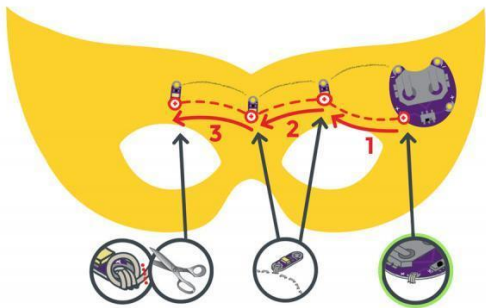

Рис. 5.11. Послідовність зшивання компонентів проєкту
- Завершіть лінію зшивання, зав'язавши фінішний вузол на останній позитивній (+) вкладці обрізавши зайву нитку (рис. 5.11).